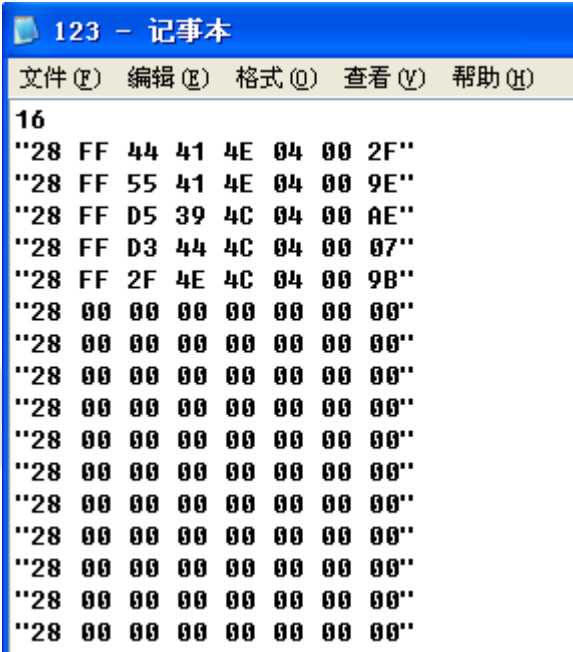

图 17
被读出的相应传感器的序列号可导出保存，如图 17 所示，传感器序列号在已被读出的显示的情况下点击“保存序列号”按钮，以文本文档格式进行保存即可。
1. 确保相应传感器序列号是以正确方式保存的。如图 17 所示为 10 个传感器传感器序列号的保存格式。